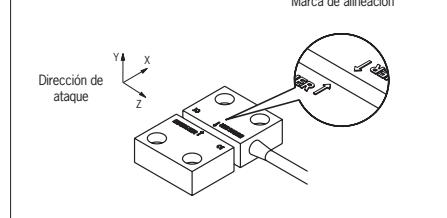

Fig. 1: Alineación de la cabeza de lectura y el actuador
- Si la velocidad de ataque entre la cabeza de lectura y el actuador es reducida, se recomienda evitar la dirección de ataque Z (véase la Fig. 1).